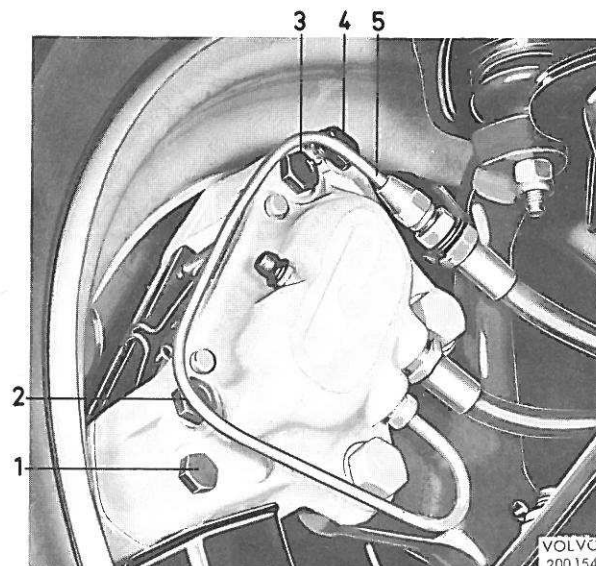

Figure 21. Frein de roue avant en place.
4. Enlever les vis de fixation (5 et 7, figure 21) et déposer l'étrier de frein (1).